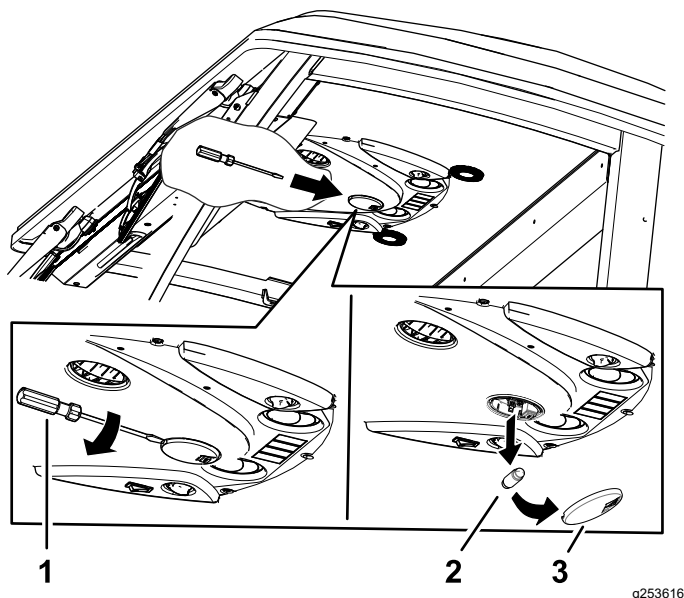

Figura 80
1. Rimuovete il vetro della luce dal quadro di comando con un cacciavite (Figura 80).
2. Rimuovete la lampadina dalla base della luce (Figura 80).